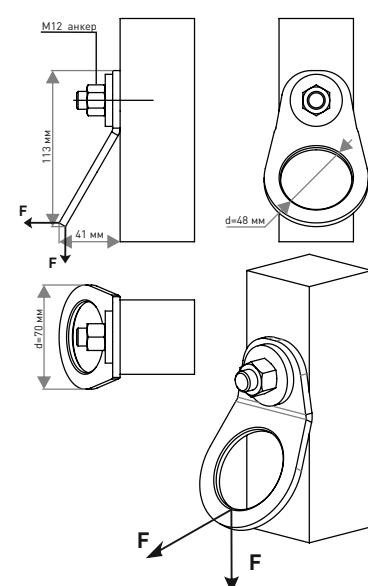

Рис. 5 Установка (монтаж) анкерной точки.
2. Установка анкерной точки должна проводиться в соответствии с правилами выполнения механических и строительных соединений. Для монтажа на металлический профиль следует использовать крепежные элементы M12, для монтажа в бетон - химический анкер M12 (рис. 5). Длину винтов следует подбирать в соответствии с толщиной соединяемых элементов.